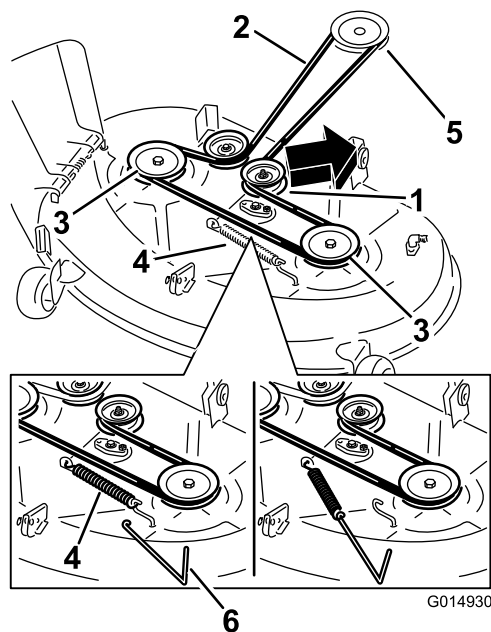
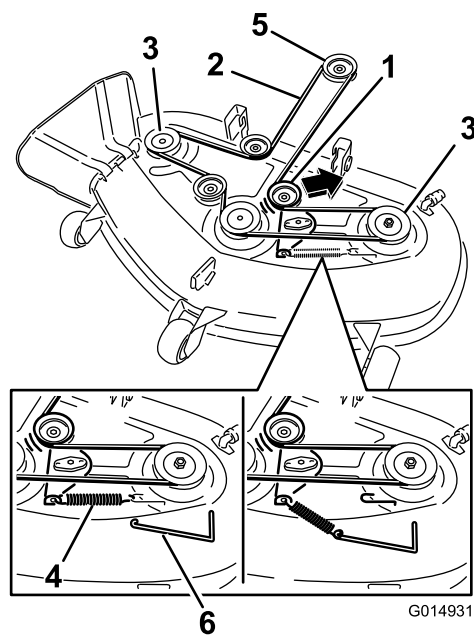

Bild 69
Bild 70
5. Entfernen Sie die Spannscheibenfeder mit einem Werkzeug zur Federentfernung (Toro Bestellnummer 92-5771) vom Mähwerkhaken, um die Spannung von der Spannscheibe zu nehmen, und rollen Sie den Riemen von den Spannscheiben (Bild 69 und Bild 70).
6. Verlegen Sie den neuen Riemen um die Motor- und Mähwerkriemenscheiben (Bild 70).
7. Setzen Sie die Spannscheibenfeder mit einem Werkzeug zur Federentfernung (Toro Bestellnummer 92-5771) auf den Mähwerkhaken, um die Spannscheibe und den Mähwerkriemen zu spannen (Bild 69 und Bild 70).